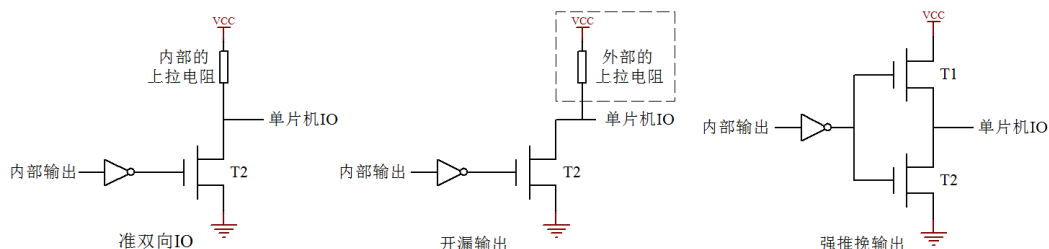

图 9-1 单片机 IO 结构示意图
上节课我们提到了单片机 IO 口的其中一种“准双向 IO”的内部结构,实际上我们的单片机 IO 口还有另外三种状态,分别是开漏、推挽、高阻态,我们通过图 9-1 来分析下另外这三种状态。
前边我们简单介绍“准双向 IO”的时候,我们是用三极管来说明的,出于严谨的态度,我们这里按照实际情况用 MOS 管画图示意。实际上三极管是靠电流导通的,而 MOS 管是靠电压导通的,具体缘由和它们的内部构造有关系,在这里我们暂且不必关心,如果今后有必要了解可以直接查找模拟电子书或者百度相关资料进行细致学习。在单片机 IO 口状态这一块内容上,我们可以把 MOS 管当三极管来理解。在图 9-1 中, T1 相当于一个 PNP 三极管, T2 相当于一个 NPN 三极管。
其中准双向 IO 口原理已经讲过了,开漏输出和准双向 IO 的唯一区别,就是开漏输出把内部的上拉电阻去掉了。开漏输出如果要输出高电平时, T2 关断, IO 电平要靠外部的上拉电阻才能拉成高电平,如果没有外部上拉电阻 IO 电平就是一个不确定态。标准 51 单片机的 P0 口默认就是开漏输出,如果要用的时候外部需要加上拉电阻。而强推挽输出就是有比较强的驱动能力,如图 9-1 中第三张小图,当内部输出一个高电平时,通过 MOS 管直接输出电流,没有电阻的限流,电流输出能力也比较大;如果内部输出一个低电平,那反向电流也可以很大,强推挽的一个特点就是驱动能力强。
1、OC 门要输出高电平, 必须外部加上拉电阻才能正常使用, 其实 OC 门就相当于单片机 IO 的开漏输出, 其原理可参照图 9-1 中的开漏电路。